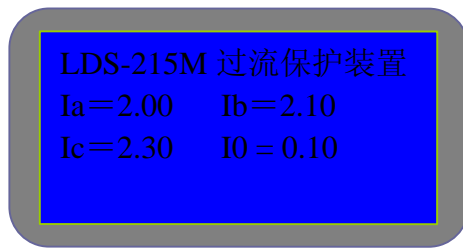

图 6-1
1. 显示三相电流（ I_a 、 I_b 、 I_c ）及零序电流 I_0 ，显示值均为经过 CT 后二次电流。如图 6-1 所示，